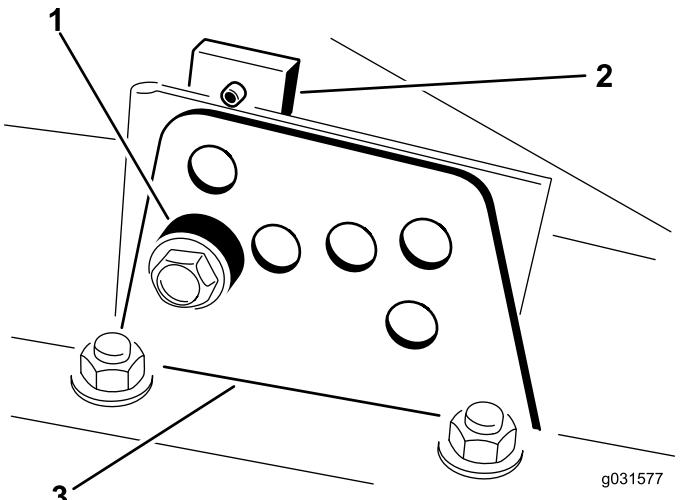

Figura 17
4. Sujetando la cámara, retire el espaciador (Figura 17)